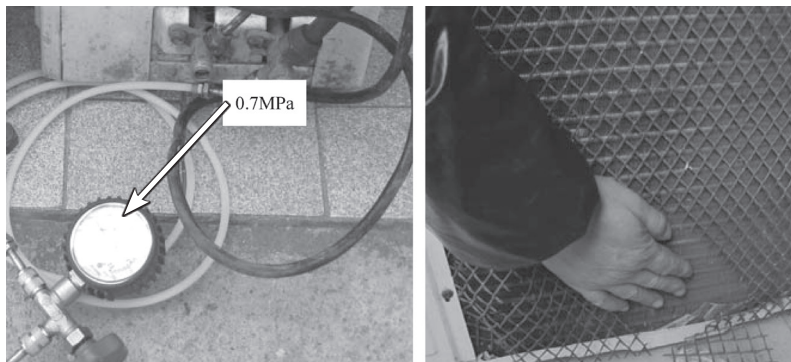

图 8-15 检查压力及手摸冷凝器检查温度
2) 检查室外机，在三通阀检修口接上压力表测量系统压力为 0.7MPa，冷凝器温度很烫，散热效果差引起制冷效果变差，如图 8-15 所示。